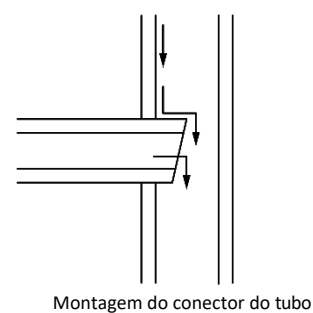

Fig. 4.3.8
N.º 3: Inserção do encaixe do tubo (Fig. 4.3.8)